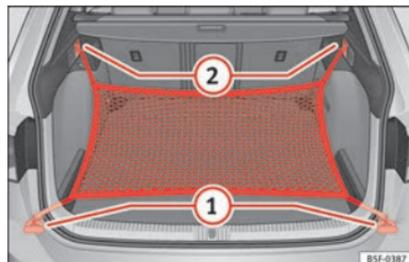

Fig. 135 En el maletero: argollas ① y ganchos ② para enganchar la bolsa de red (modelo LEON ST).
- Fije los ganchos cortos de la red en las argollas de amarre » » » **fig. 135** ① » » » ⚠. La cremallera de la bolsa tiene que quedar hacia arriba.
- Fije las cintas en los ganchos para colgar bolsas ②.